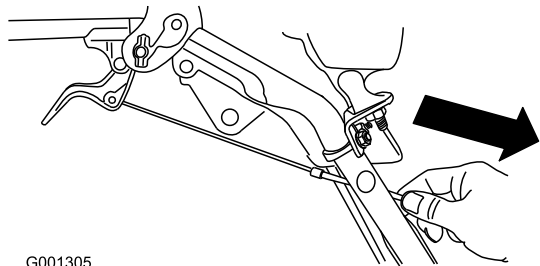

Bild 9
4. Ziehen Sie den Kabelmantel vorsichtig nach unten, bis der Radkuppungshebel unten ist, und das Kabel kein Spiel mehr hat. Ziehen Sie dann die Mutter an der Kabelklemme fest (Bild 9).